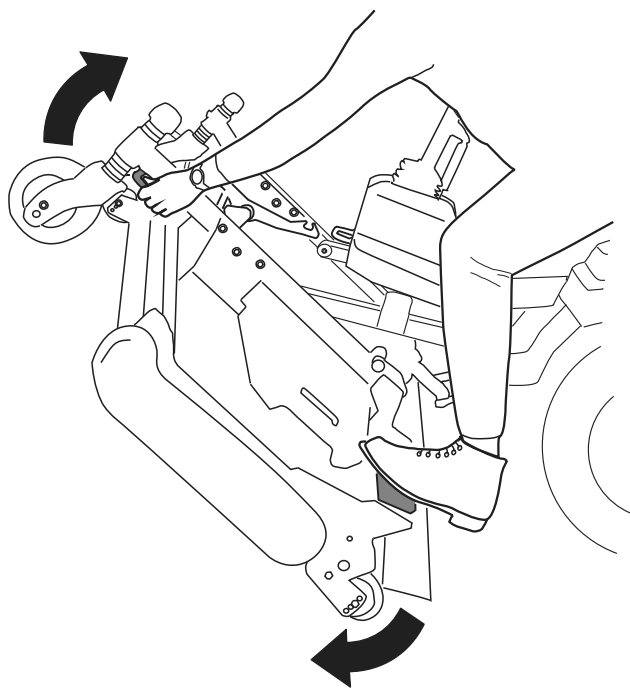
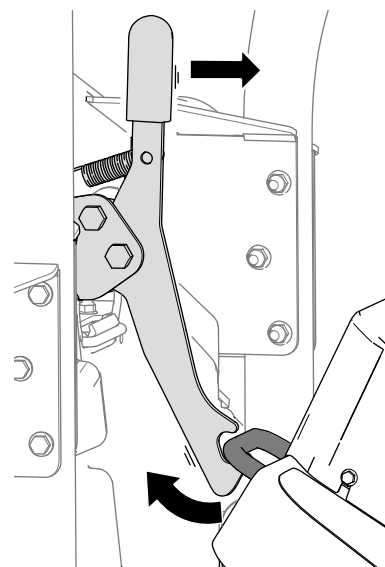

Figura 36
Figura 38
5. Ruotate l'apparato di taglio (Figura 36) in modo tale che il fermo si inserisca nella staffa di ancoraggio (Figura 37).
1. Rilasciate il fermo dell'apparato di taglio dalla staffa di ancoraggio (Figura 38) ruotando l'apparato di taglio leggermente in avanti (fate riferimento a Figura 36) e spingendo la maniglia del fermo in avanti.